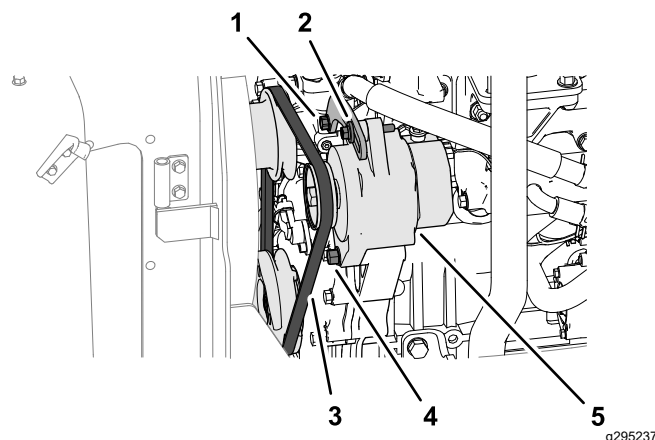

Figure 69
1. Exercez une force de 10 kgf sur la courroie d'alternateur (Figure 69) à mi-chemin entre les poulies.
- Si la courroie présente une flèche de moins de 10 mm, desserrez le boulon de pivot de l'alternateur et le boulon de tension (Figure 69), et réduisez la tension de la courroie.
- Si la courroie présente une flèche de plus de 10 mm, desserrez le boulon de pivot de l'alternateur et le boulon de tension (Figure 69), et augmentez la tension de la courroie.
Remarque: Au besoin, desserrez le boulon du support de tension (Figure 69).
3. Serrez les boulons (Figure 69).